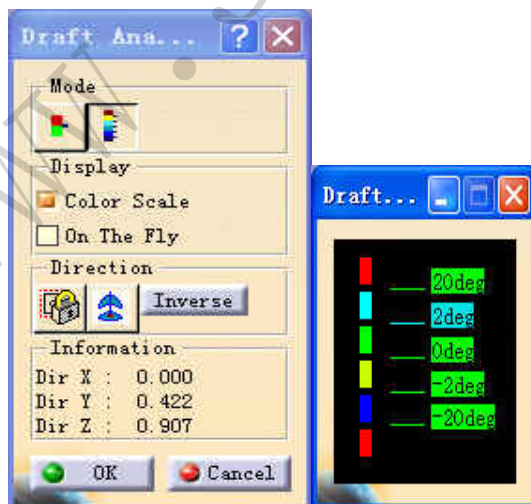

图 3-10 拔模分析
工具  表示对拔模进行分析。首先把工作区中几何体的显示模式设为材料模式，通过工具栏上选择  即可，其次要定义一个分析方向，通过拖动罗盘来定义。做好这些准备工作以后，单击该工具弹出如图 3-10 所示的对话框。
- ◆ Display 中的 Color Scale 表示显示颜色标尺，如图 3-10 对话框右边部分，颜色和数字表示不同角度范围的拔模分析显示的颜色，通过双击数字标签可以改变拔模角度的分析范